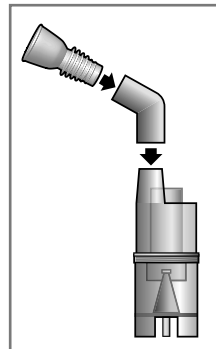

Рис. 2
5. Присоедините мундштук для ингаляции к разъему в верхней части небулайзера (рис. 2). В зависимости от типа ингаляции, используйте либо мундштук, либо насадку для носа, либо маску. Небулайзер держите вертикально или присоедините к корпусу прибора с помощью углового держателя. При использовании маски для ингаляций муфту использовать не нужно – маска присоединяется непосредственно к верхней части небулайзера.